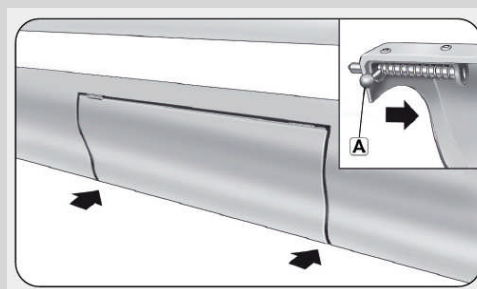

Fig. 7
**UTSIDES LUCKOR****För att öppna fig. 7**